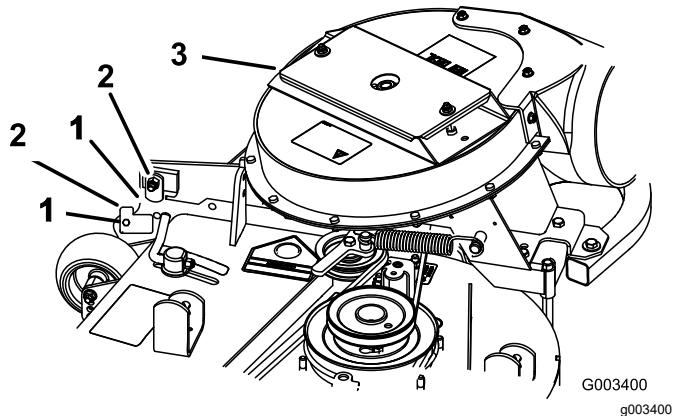

Figura 18
- Cierre el conjunto del soplador para ver si los cierres están correctamente ajustados (Figura 18).